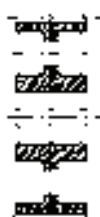

图 8-127 圆柱齿轮主视图
6) 绘制剖面线。将“剖面层”设置为当前层, 单击“绘图”工具栏中的“图案填充”按钮, 弹出“图案填充和渐变色”对话框。单击“图案”选项右侧的按钮, 弹出“填充图案选项板”对话框, 在“ANSI”选项卡中选择“ANSI31”图案作为填充图案。利用提取图形对象特征点的方式选择填充区域。单击“确定”按钮, 完成圆柱齿轮主视图绘制, 如图 8-127 所示。